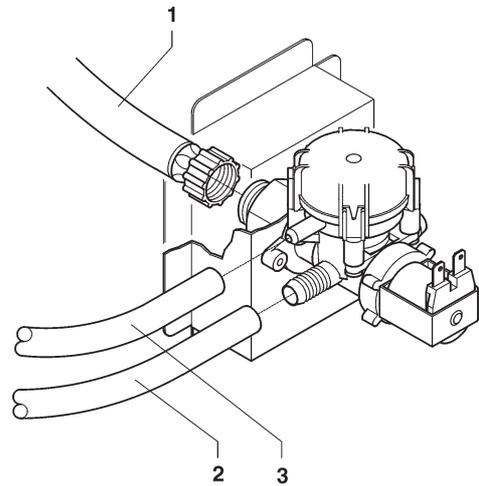

Fig. 18
Conectar la red hídrica mediante un tubo adecuado para soportar la presión de la red y apropiado para alimentos (diámetro interno mínimo de 6 mm.) a la unión de 3/4" gas de la electroválvula de entrada del agua (véase la fig. 18).
La electroválvula de entrada del agua (véase la fig. 18) está dotada de un dispositivo anti-inundación que permite bloquear mecánicamente la entrada del agua en caso de un mal funcionamiento de la misma electroválvula o del mecanismo de control del nivel del agua en la caldera.
- aflojar la unión que fija el tubo de alimentación de la electroválvula para descargar la presión residual de la red y ajustarlo nuevamente (véase la fig. 18);